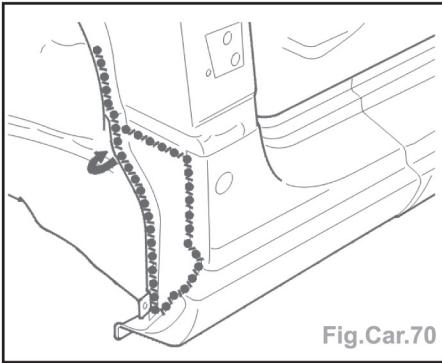

Fig.Car.70
- Appliquer un mastic d'étanchéité (Fig.Car.70).